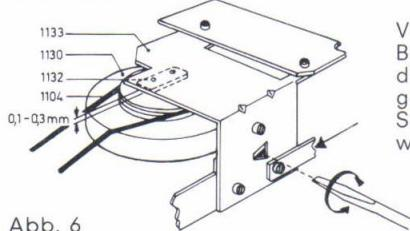

Abb. 6
7. Einstellen des Schwungrades (Abb. 6)
- Den Schwungradlagerbügel 1133 (Abb. 6) entfernen